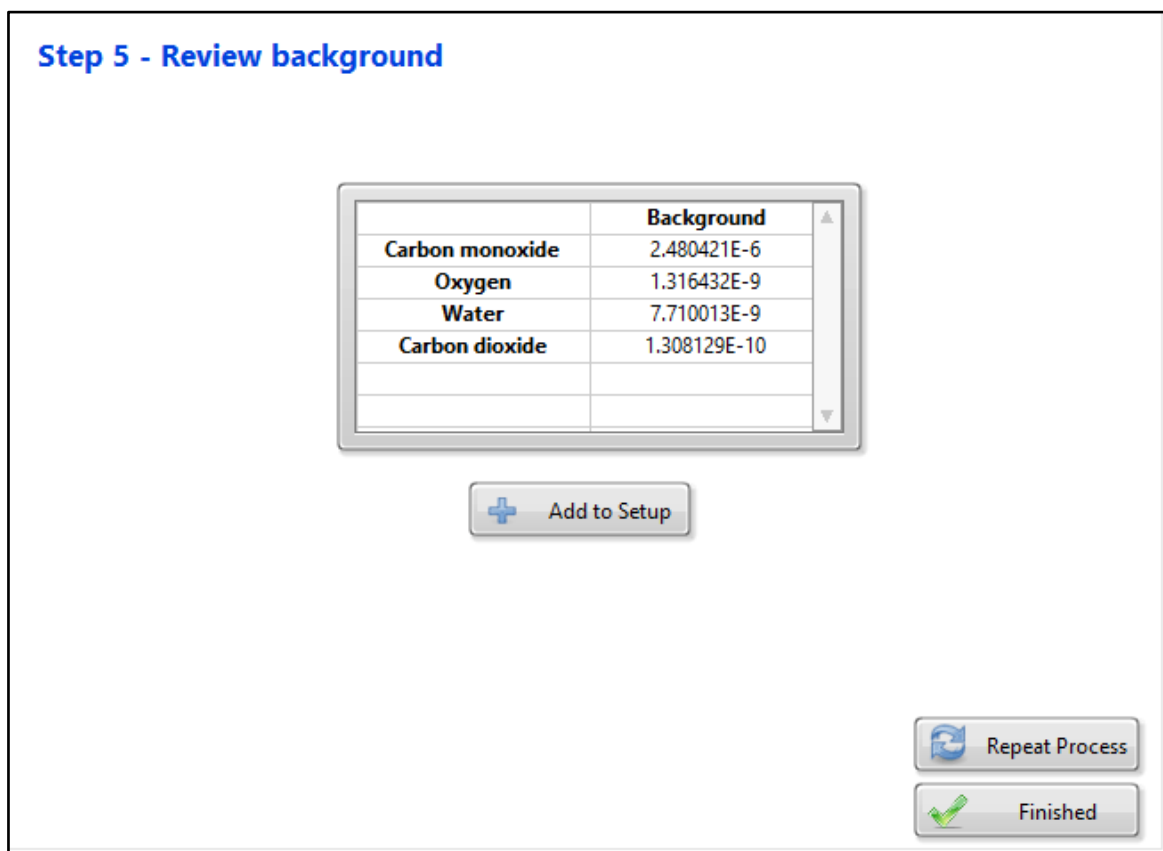

Fig. 19. Review Background.
4. Como se muestra en la Fig. 19, una vez que el escaneo es detenido, se debe dar clic al botón **Next** y enseguida se desplegara otra ventana con la leyenda **Review background**. Siempre que el usuario esté satisfecho con los valores obtenidos durante el *background*, dar clic en el botón **Add to Setup** y